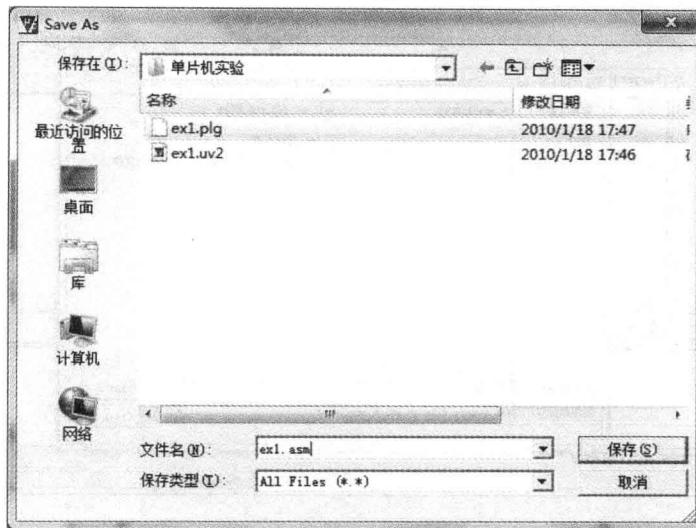

图 1-4 建立项目文件
3. 建立项目文件:单击【File】→【New】新建一个名为 Text1 的空白文件,单击【File】→【Save】,如图 1-4 所示。